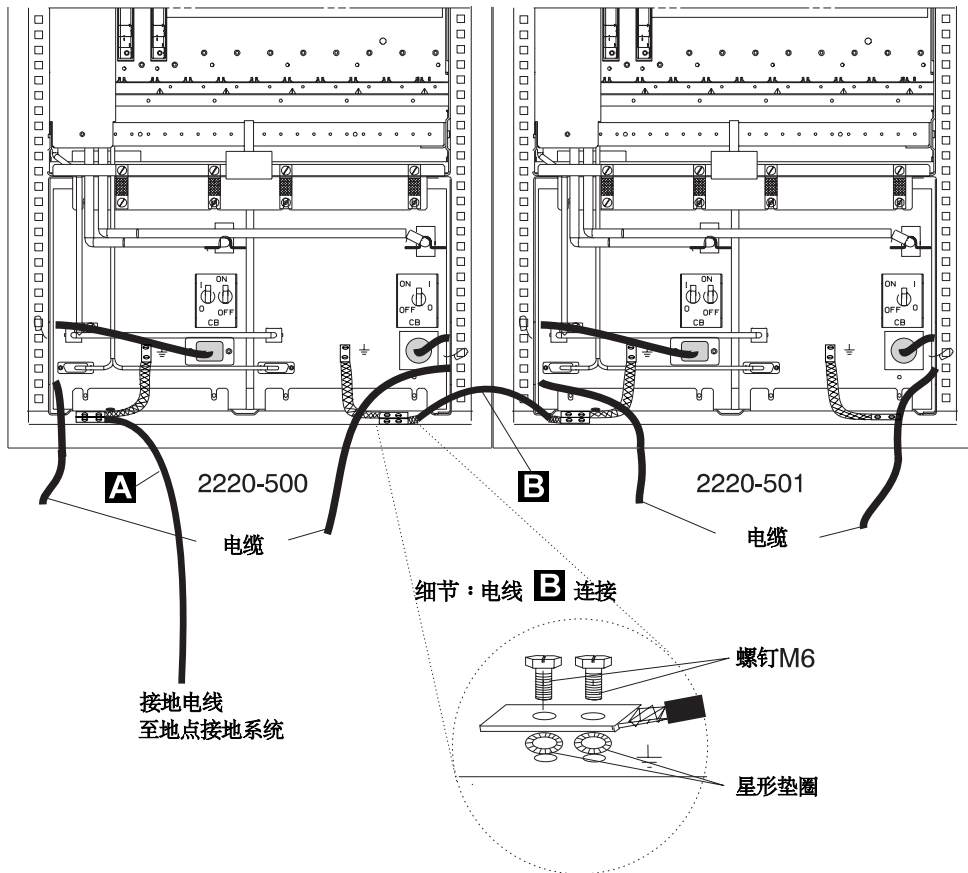

图 1-2. 2220-500 和 2220-501之间的 2220 接地线 B
- 2220-501是经接地线 **B** 连接至 2220-500 (参看在第 3 页的图 1-2)
当 2220-501 安装后，请检查在 2220-500 及 2220-501 之间有接地线 **B** 的存在（参考图 1-2）